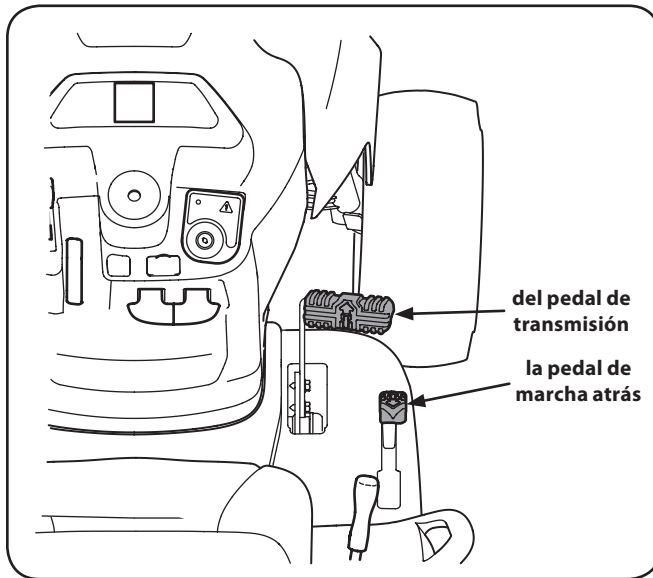

Figura 5-1
2. Para conducir hacia adelante, presione suavemente la parte superior del pedal de transmisión hacia adelante hasta que se alcance la velocidad deseada. Vea la Figura 5-1.